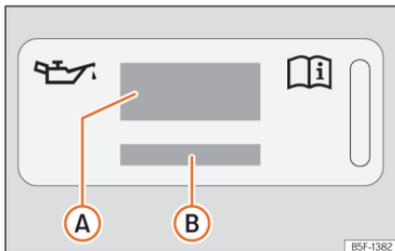

Abb. 209 Im Motorraum: Aufkleber mit Motoröl-Spezifikationen
Legende zur >>> [Abb. 209]:
Wenn Motoröl nachgefüllt werden muss, verwenden Sie eines der auf dem Aufkleber angegebenen Motoröle >>> [Abb. 209]. Der Aufkleber mit der vorgeschriebenen Motoröl-Norm befindet sich im vorderen Bereich des Motorraums
- Wenn der Aufkleber mit den Motoröl-Spezifikationen »» [Abb. 209] fehlt, wenden Sie sich an einen Fachbetrieb.